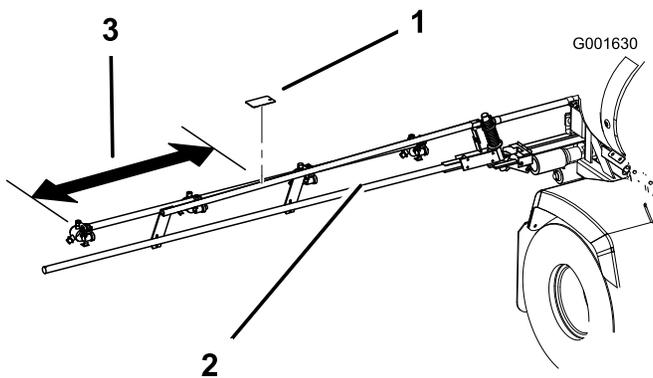
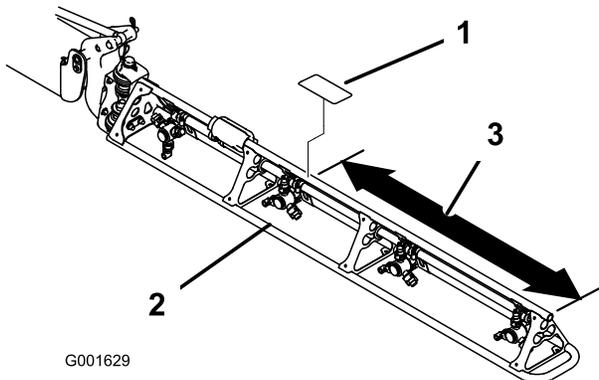

Figura 10
Figura 11
1. Mida desde el extremo de los brazos, según se muestra en Figura 10 o Figura 11.